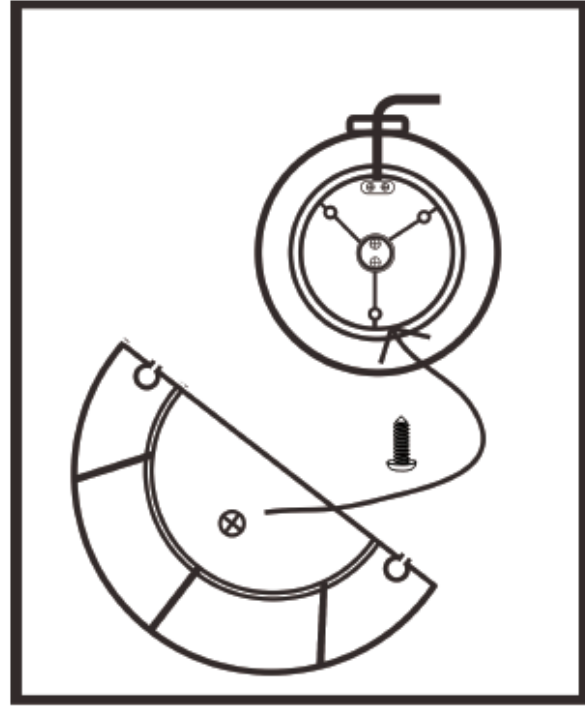

Abb. 4
- Sichern Sie den Ständer (9) mit den Schrauben (10). Bitte beachten Sie, dass sich die Schrauben für den Standfuß bereits in der Unterseite des Ventilatorkörpers befinden. Drehen Sie die Schrauben aus dem Ventilatorboden, setzen Sie den Fuß auf und montieren Sie die Schrauben. Ziehen Sie die Schrauben (10) mit einem geeigneten Schraubendreher fest (siehe Abb. 4).